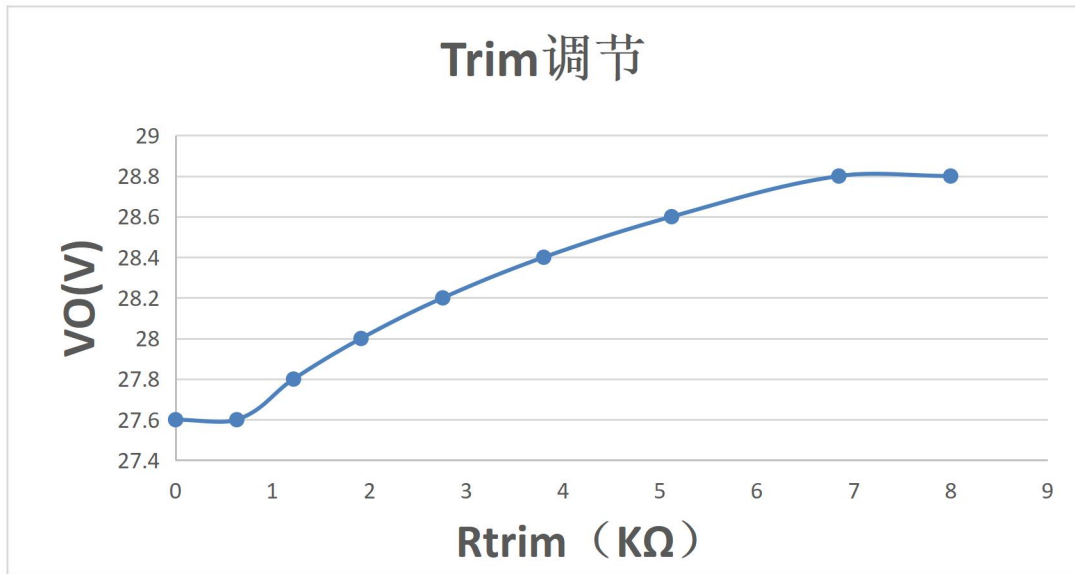

图9 输出电压与 Rtrim 的对应曲线图
- 优先选用 TRIM 调节:如图 8 , R_{trim} 在 0.63K-到 6.85K 之间取值,对应是输出电压为 27.6 到 28.8V; R_{trim} 的值在 0 到 0.63K 时,输出电压为 27.6V; R_{trim} 在 6.85K-到 8K 时,输出电压为 28.8V, TRIM 脚悬空时,默认输出 28V。输出电压调节曲线参考图 9。